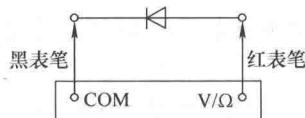

图 1-6 二极管及蜂鸣器的连接性测试图
7) 二极管及蜂鸣器的连接性测试: 测试方法如图1-6所示: 首先将黑表笔插入“COM”插孔,红表笔插入“V/ Ω ”插孔,将功能开关置于二极管档,并将表笔连接到待测二极管,读数为二极管正向电压降的近似值,然后将表笔连接到待测线路的两端,如果两端之间电阻值低于70 Ω ,此时内置蜂鸣器即会发声。